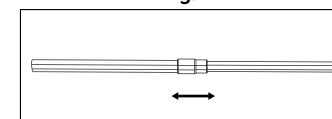

Fig. 3
KROK 3: weź dwa rozsuwane drążki i całkowicie je rozsuń. Zob. 'Fig. 3'.
STEP 3: Take two extendable tubes and fully extend. See 'Fig. 3'.
ÉTAPE 3 : prenez les deux tubes extensibles et déployez-les entièrement. Voir 'Fig. 3'.
STAP 3: Schuif twee verlengbuizen volledig uit. Zie 'Fig. 3'.
SCHRITT 3: Nehmen Sie Ausziehstangen und ziehen Sie sie vollständig aus. Siehe 'Fig. 3'.
PASO 3: Extienda por completo los dos tubos extensibles. Consulte la 'Fig. 3'.